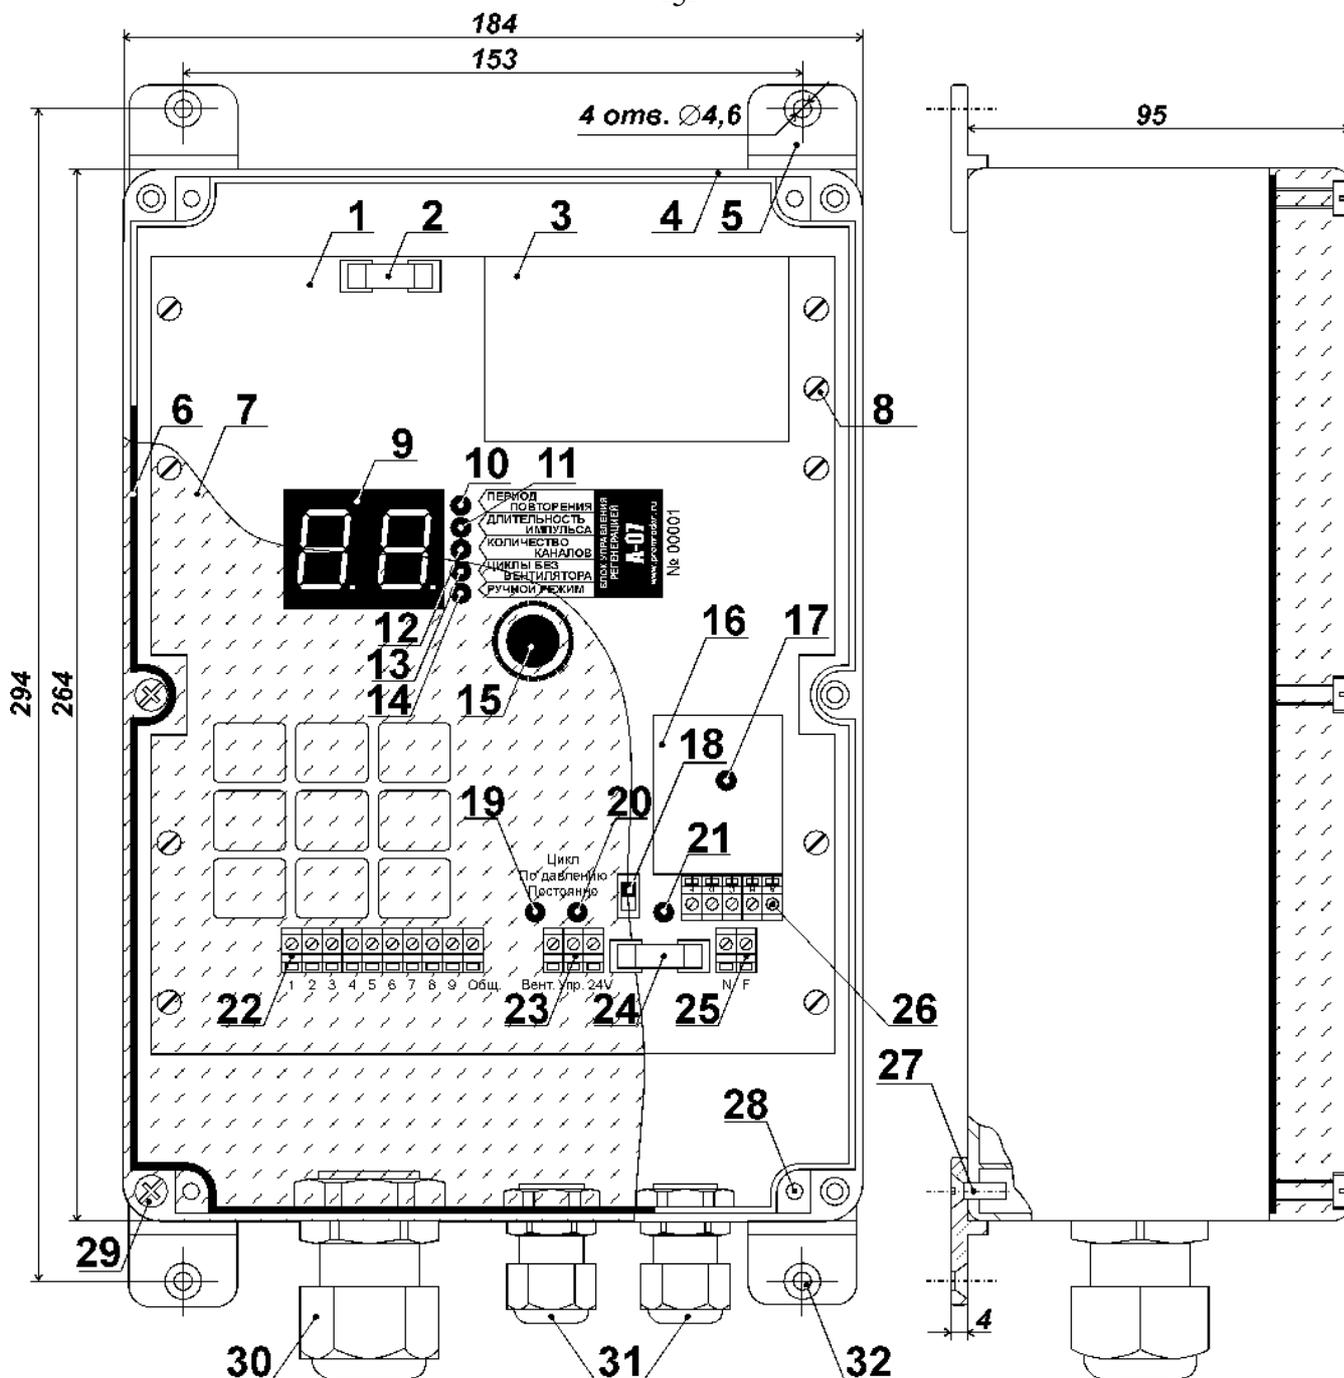
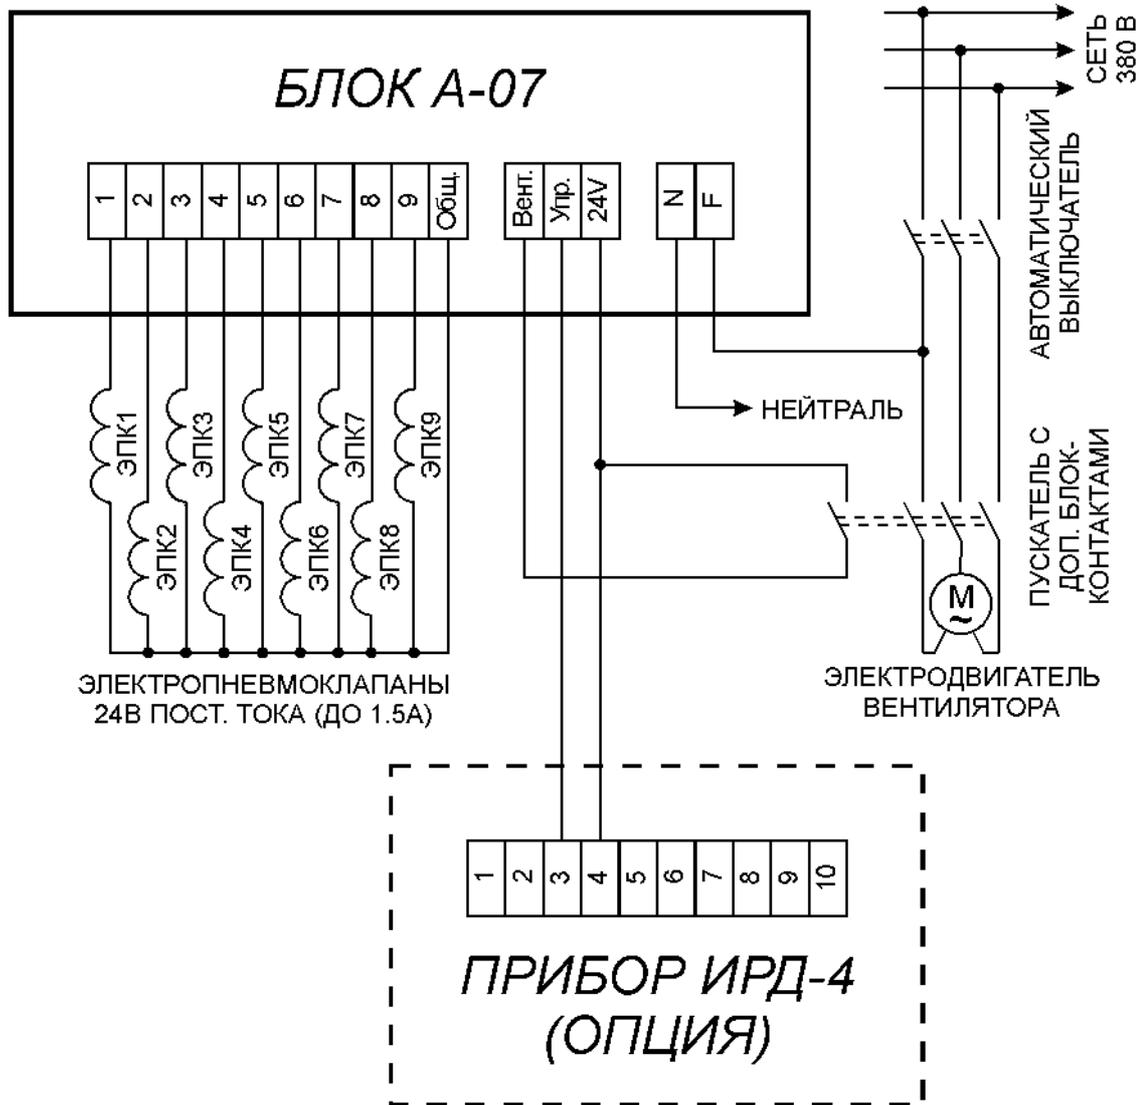

Рис. 1. Конструкция блока А-07.
Рис. 2. Схема подключение блока А-07.
Конструкция блока показана на рис. 1. Электрическая схема блока собрана на печатной плате [поз. 1], которая саморезами [поз. 8] закреплена в корпусе [поз. 4].
Четыре крепёжные пластины [поз. 5 на рис. 1] устанавливаются снаружи и притягиваются к корпусу блока специальными винтами [поз. 27 на рис. 1]. Винты вворачиваются в отверстия [поз. 28 на рис. 1] на пластиковом дне корпуса с помощью отвёртки. Момент затяжки винтов должен обеспечивать надёжную фиксацию крепёжных пластин и не допускать их разрушения.
6.2. Блок устанавливается на стену (колонну) и должен быть надёжно закреплён. Монтаж блока ведётся с помощью винтов М4 или саморезов диаметром до 4,5 мм, вставляемых в четыре крепёжные отверстия [поз. 32 на рис. 1].
6.4. Схема подключения блока приведена на рис. 2. Управляющие провода ЭПК подключаются к клеммам «1» - «9» (при количестве каналов – 9) клеммного ряда [поз. 22 на рис. 1]. Если число рукавов или картриджей воздушного фильтра меньше 9, то для подключения ЭПК необходимо использовать соответствующее количество клемм блока, начиная с клеммы «1».
6.5. Общий провод ЭПК подключается к клемме «Общ.» клеммного ряда [поз. 22 на рис. 1].
6.6. Клеммы «Вент.» и «24В» клеммного ряда [поз. 23 на рис. 1] подключаются к вспомогательным блок-контактам пусковой аппаратуры вентилятора. При работающем вентиляторе эти блок-контакты должны замыкаться между собой.
6.7. При наличии внешнего прибора ИРД-4, контролирующего уровень запылённости фильтра, клемма «24В» клеммного ряда [поз. 23 на рис. 1] должна также подключаться к клемме № 4 прибора ИРД-4, а клемма «Упр.» – к его клемме № 3.
7.1. После подачи сетевого напряжения блок ожидает включения вентилятора, отображая «0» на цифровом табло [поз. 9 на рис. 1].
7.2. После включения вентилятора, если переключатель «Режим» [поз. 18 на рис. 1] находится в положении «По давлению», ожидание продолжается до получения от прибора ИРД-4 разрешения на начало регенерации. После его получения, а также при другом положении переключателя «Режим» включается светодиод [поз. 20 на рис. 1] и блок начинает формирование управляющих импульсов со следующими (заводскими) установками:
В процессе работы, когда индикаторы [поз. 10 - 14 на рис. 1] не горят, на цифровом табло [поз. 9 на рис. 1] отображается номер канала (выходной клеммы блока), в который будет выдан очередной импульс управления ЭПК.
7.3. Для изменения установленных параметров следует нажать на энкодер [поз. 15 на рис. 1]. При каждом нажатии последовательно включается один из светодиодов [поз. 10 - 14 на рис. 1], указывая на то, какой из параметров может быть изменён. Текущее значение параметра отображается на цифровом табло [поз. 9 на рис. 1]. Увеличение введённого значения осуществляется поворотом энкодера по часовой стрелке, а уменьшение - против. Ввод в память блока изменённых параметров происходит при очередном нажатии на энкодер, либо при отсутствии каких-либо воздействий на него в течение 5 секунд (кроме работы в «Ручном режиме»).
7.4. При первом нажатии на энкодер загорается индикатор «Период повторения» [поз. 10 на рис. 1] и цифровое табло отображает текущий период повторения управляющих импульсов (в секундах). При вращении энкодера значение на табло меняется от 2 до 99 сек. с шагом в 1 сек.
При следующем нажатии на энкодер загорается индикатор «Длительность импульса» [поз. 11 на рис. 1] и табло показывает текущую продолжительность управляющих импульсов (в сотых долях секунды). При вращении энкодера значение на табло меняется от 3 до 99 с шагом 1, что соответствует длительности импульса от 0,03 до 0,99 сек. с шагом в 0,01 сек.
При очередном нажатии на энкодер загорается индикатор «Количество каналов» [поз. 12 на рис. 1] и на табло выводится число управляемых ЭПК. При вращении энкодера значение меняется от 1 до 9 с шагом 1. На тех клеммах блока, номера которых больше установленного значения, управляющие импульсы формироваться не будут. Введённые изменения вступают в силу только после завершения текущего цикла регенерации.
После ввода количества каналов нажатие на энкодер включает индикатор «Циклы без вентилятора» [поз. 13 на рис. 1]. При вращении энкодера значение на табло меняется от 1 до 9 с шагом 1. После получения сигнала об остановке вентилятора блок закончит текущий цикл, а затем выдаст управляющие импульсы на каждый подключённый ЭПК заданное количество раз.
Следующее нажатие на энкодер включает светодиод «Ручной режим» [поз. 14 на рис. 1]. В этом режиме управляющие импульсы выдаются только на один ЭПК, номер которого выводится на цифровое табло. Этот режим работы предусмотрен для диагностики неисправностей в катушках ЭПК. Выход из режима производится нажатием на энкодер.
При срабатывании светодиода [поз. 17 на рис. 1] светодиод [поз. 21 на рис. 1] не загорается.
Перегорает предохранитель [поз. 24 на рис. 1]